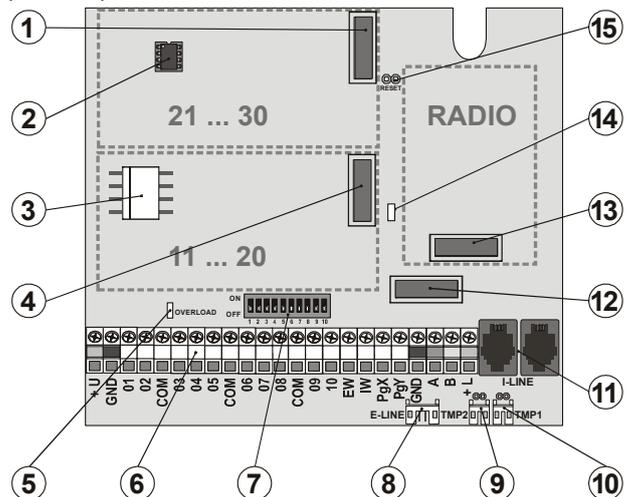

рис. 1 Материнская плата централи.
1. Разъем для второго модуля проводных входов JA-82C – предназначен для модуля входов с адресом L21 - L30. Для его функции должен быть всегда подключен первый модуль (рис. 1, позиция 4).
При подключении только одного модуля JA-82С (расширение на двадцать входов) должна быть использована позиция 4 модуля - см. рис. 1.
Радиомодуль JA-82R вставляется в позицию 13 см. рис. 1. Антенна для модуля находится во вложенной упаковке и устанавливается вставлением в канавку на боковинах корпуса см. рис. 9. При этом произойдет соединение разъемов антенны с контактами на модуле JA-82R. После подключения модуля можно в систему регистрировать беспроводные устройства.